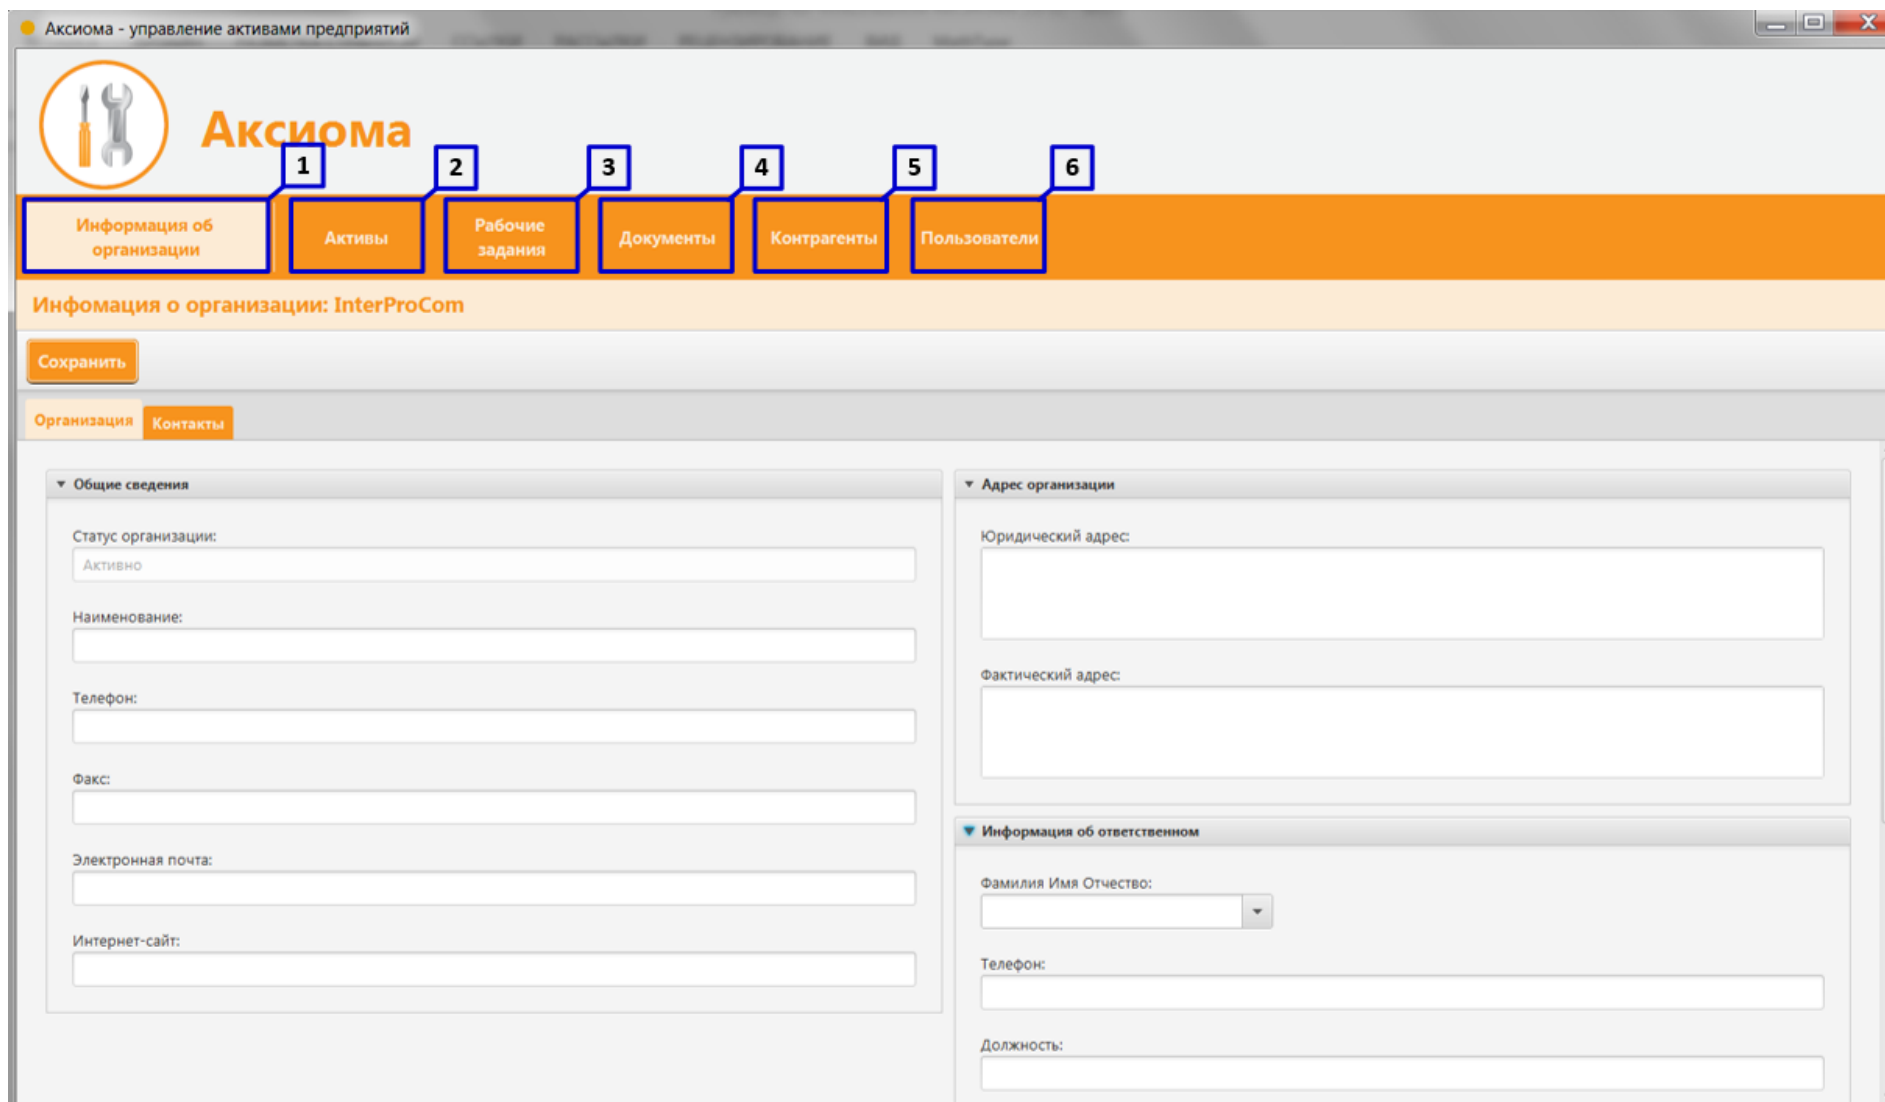

Рисунок 3. Окно Главного меню
При входе в систему откроется окно Главного меню (**Рисунок 3**).
1. Информация об организации (**Рисунок 3 пункт 1**);
2. Активы (**Рисунок 3 пункт 2**);
3. Рабочие задания (**Рисунок 3 пункт 3**);
4. Документы (**Рисунок 3 пункт 4**);
5. Контрагенты (**Рисунок 3 пункт 5**);
6. Пользователи (**Рисунок 3 пункт 6**);